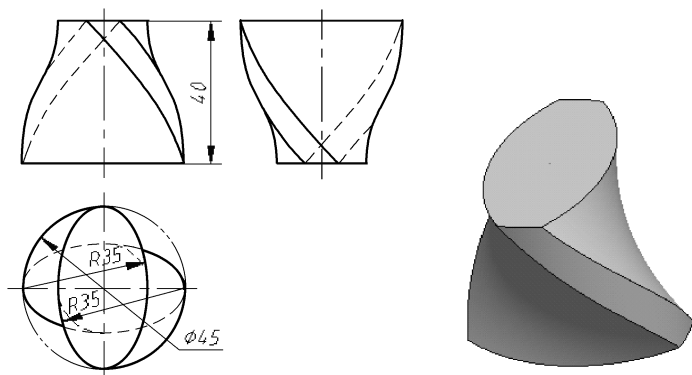

图 6-118 模型
【例 6-12】 创建如图 6-118 所示的立体模型。
(11) 符合设计要求后，单击控制区的【应用】按钮，完成可变截面扫描，如图6-118所示的立体图。
(12) 保存文件，关闭窗口，拭除不显示。